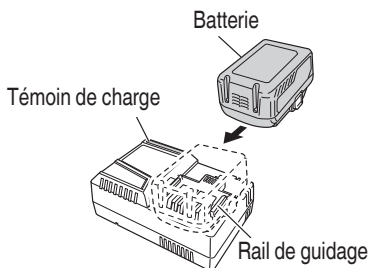

Fig. 10
2. Insérer la batterie dans le chargeur de batterie. Insérer la batterie dans le chargeur de batterie comme indiqué à la Fig. 10.